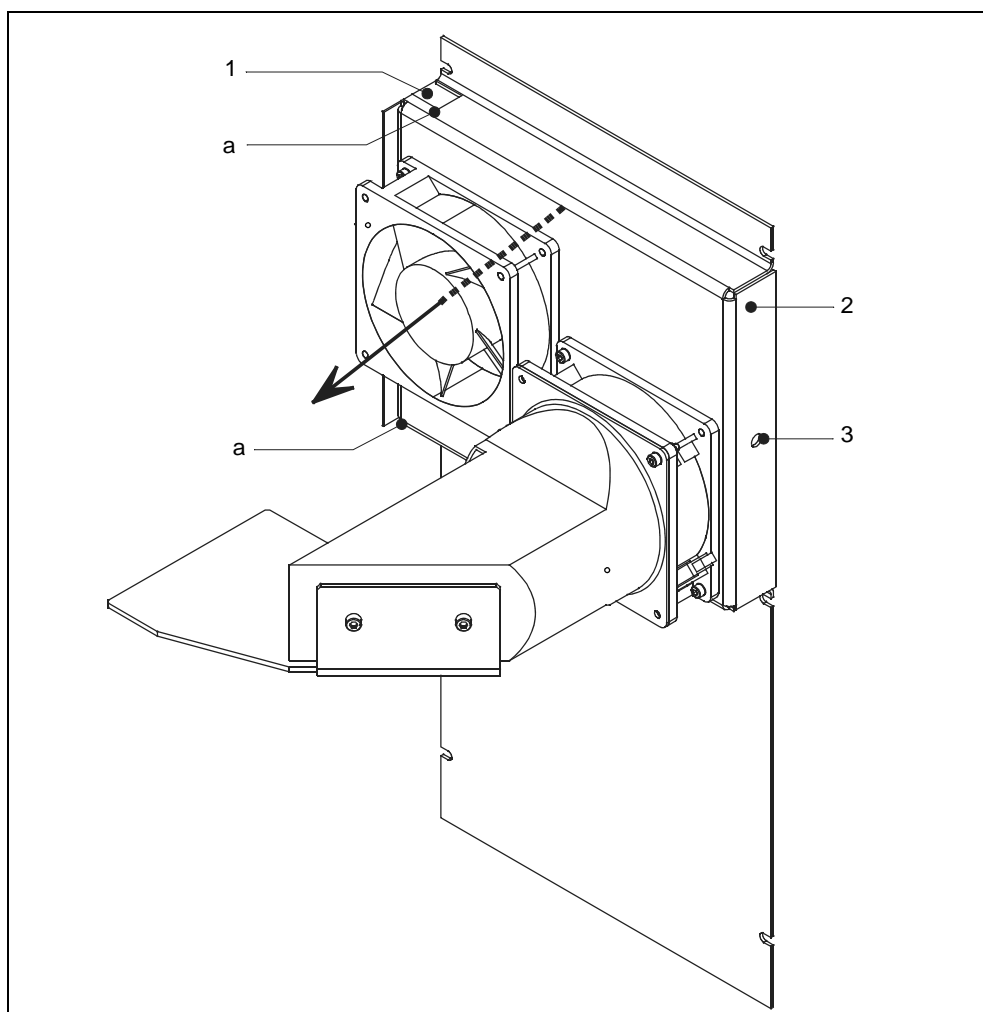

Fig. 9-2 Remplacement du filtre de ventilation
- Saisir la cartouche filtrante de deux doigts comme indiqué sur l'illustration Fig. 9-2/a et dégager la cartouche filtrante du guidage. Si ceci n'est pas possible, alors faire pression sur le filtre à travers l'ouverture arrière (Fig. 9-2/3) à l'aide d'un outil et pousser le devant.
- Observez la direction de ventilation lors du remplacement de la cartouche filtrante. Elle est représentée sur l'illustration Fig. 9-2 par une flèche noire.